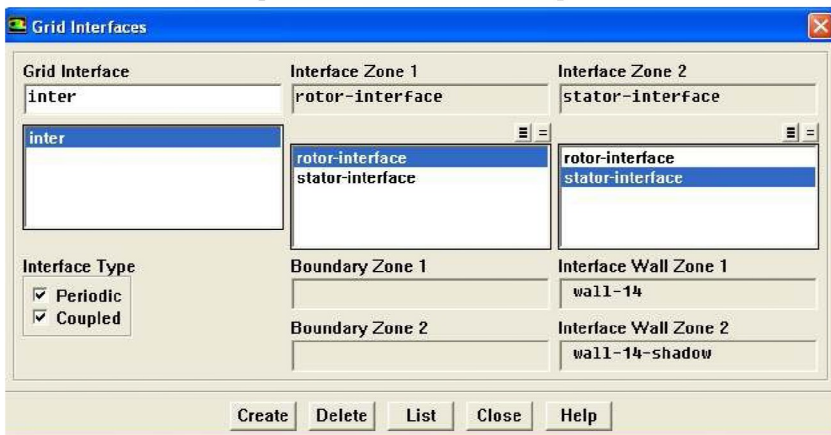

Рис. 7.15. Меню *Define*→*Grid Interface*
4. Для каждой границы между областями течения создается поверхность пересечения с помощью команды *Define*→*Grid Interface*. Ее меню показано на рис. 7.15. В нем, как и в рассмотренном выше меню задания поверхности смещения *Define* → *Mixing Plane*, имеется три